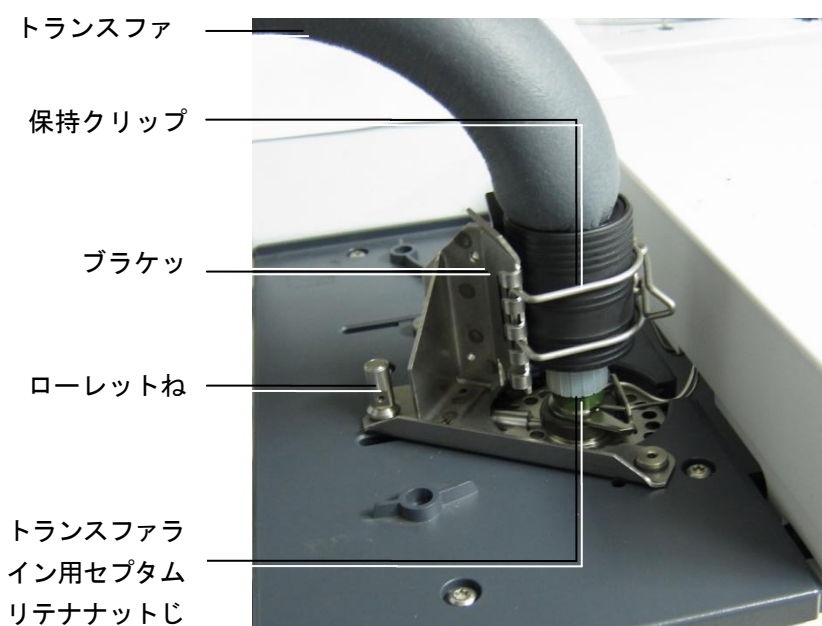

図 19 7820A の注入口に取り付けたトランスファライン
8. 保持クリップをブラケット上に取り付けます。クリップの位置を調整し、図 19 で示すように、GC 上のできるだけ高い位置でトランスファラインを支持するようにします。